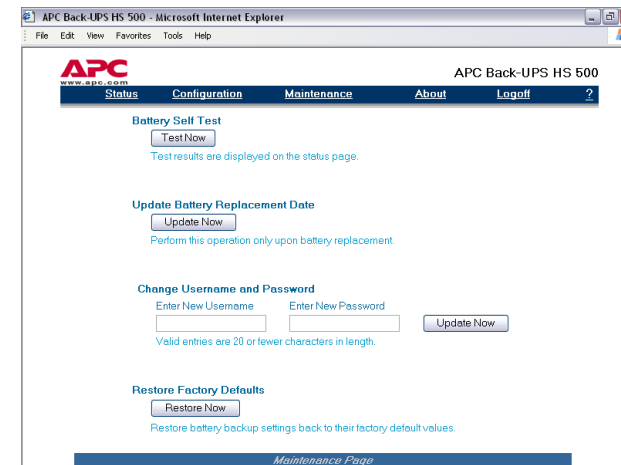

Abbildung 15. Wartungsbildschirm
14. Auf der Wartungsseite **Maintenance Page** (Abbildung 15) können Sie einen Akkustest (**Battery Self Test**) durchführen, das Datum für den Austausch des Akkus ändern (**Update Battery Replacement Date**), und den Benutzernamen und das Passwort ändern (siehe oben). Um die vorgenommenen Änderungen umzusetzen, klicken Sie auf **Update Now**. Um die Werkseinstellungen wiederherzustellen, wählen Sie **Restore Factory Defaults**. Hinweis: Diese Verwaltungsaufgaben können nur nach vorheriger Anmeldung (Logon) wahrgenommen werden.